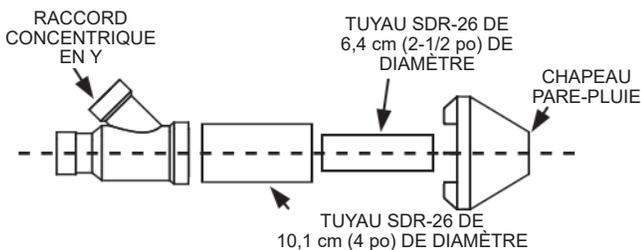

Figure 30. Pièces de la bouche d'extrémité concentrique 2 po
- A. Coller le raccord concentrique en Y sur le tuyau de grand diamètre du nécessaire, voir **Figure 30** (page 34).
- B. Coller le chapeau pare-pluie sur le tuyau de petit diamètre du nécessaire. Voir **Figure 30** (page 34).
Remarque : Si l'ensemble doit être allongé en raison de l'épaisseur du mur, les deux tuyaux fournis avec le nécessaire d'évacuation peuvent être remplacés par du tuyau en PVC SDR-26 (D2241) de même diamètre (non fourni). Ne pas étendre la dimension de 53,6 cm (21-1/8 po) au-delà de 1,5 m (60 po). Voir **Figure 30** (page 34).